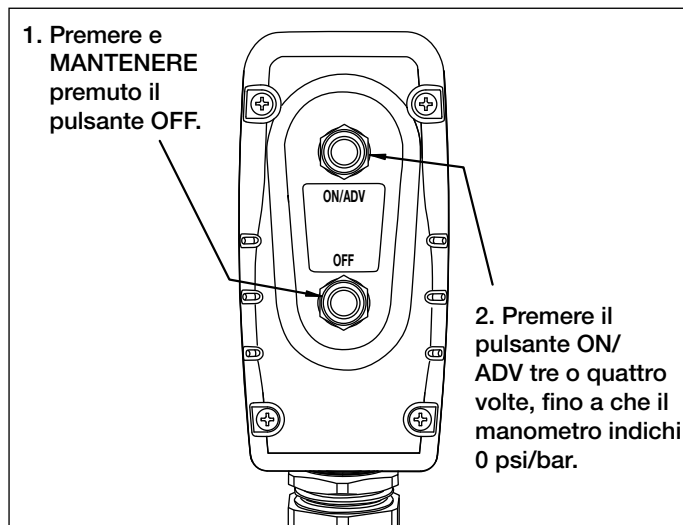

Figura 7, Rilascio della Pressione (usando i pulsanti della tastierina)
- Premere e mantenere premuto il pulsante "OFF". Vedere la Figura 7.
- Mentre si continua a mantenere premuto il pulsante "OFF", premere e rilasciare il pulsante tre o quattro volte, fino a che il manometro indichi pressione di zero (0) psi/bar. Ora si possono togliere i tubi flessibili.